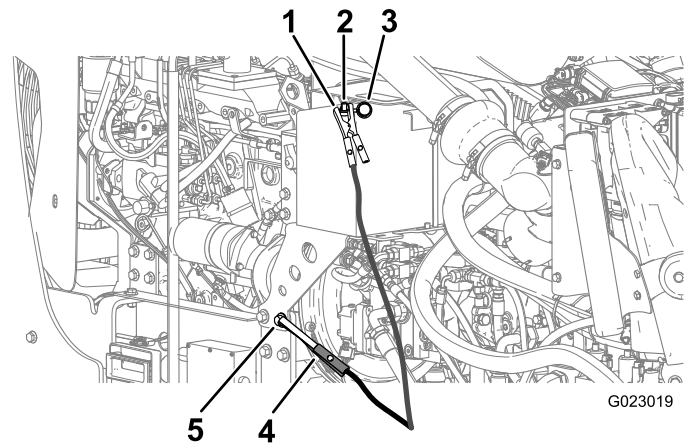

Figura 94
- Retire a tampa do terminal auxiliar (Figura 94).
- Conecte o cabo de "chupeta" positivo (+) ao terminal auxiliar (Figura 94).
- Conecte o cabo de "chupeta" negativo (-) a um ponto de aterramento, como um parafuso não pintado ou perfil do chassi (Figura 94).
- Quando o motor funcionar, solicite à outra pessoa desconectar o cabo de chupeta negativo (-) da estrutura e em seguida desconectar o cabo de chupeta positivo (+) (Figura 94).